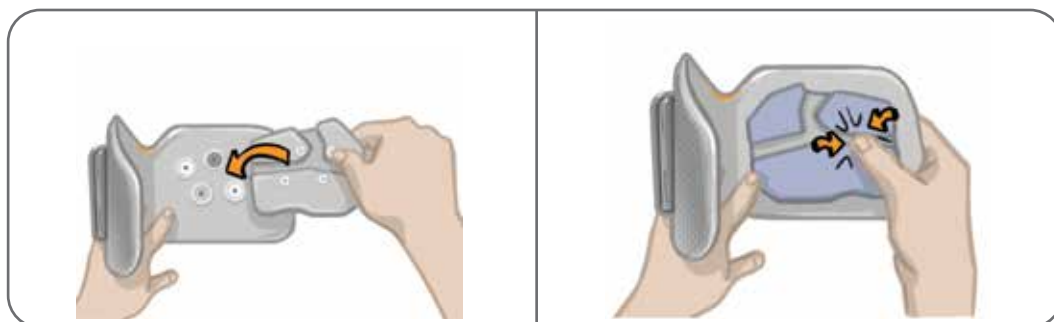

Figure 6-8 : Aligment et fixation de l'électrode directionnelle
5. Alignez les pressions de l'électrode directionnelle sur les prises de la jambièrre. Reportez-vous à la figure 6-8.
6. Appuyez fermement pour enclencher l'électrode directionnelle dans la jambièrre. Faites attention à bien appuyer sur les zones situées au-dessus des quatre pressions. Reportez-vous à la figure 6-8.